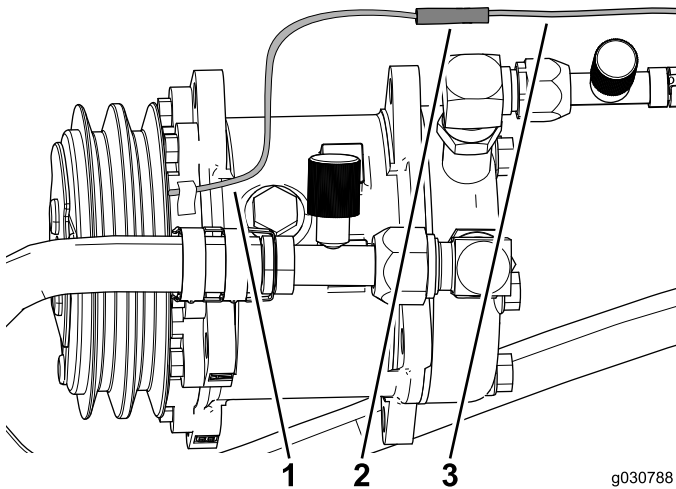

Figura 47
3. Conecte el cable del compresor de aire acondicionado al conector bala del arnés de cables (Figura 47).